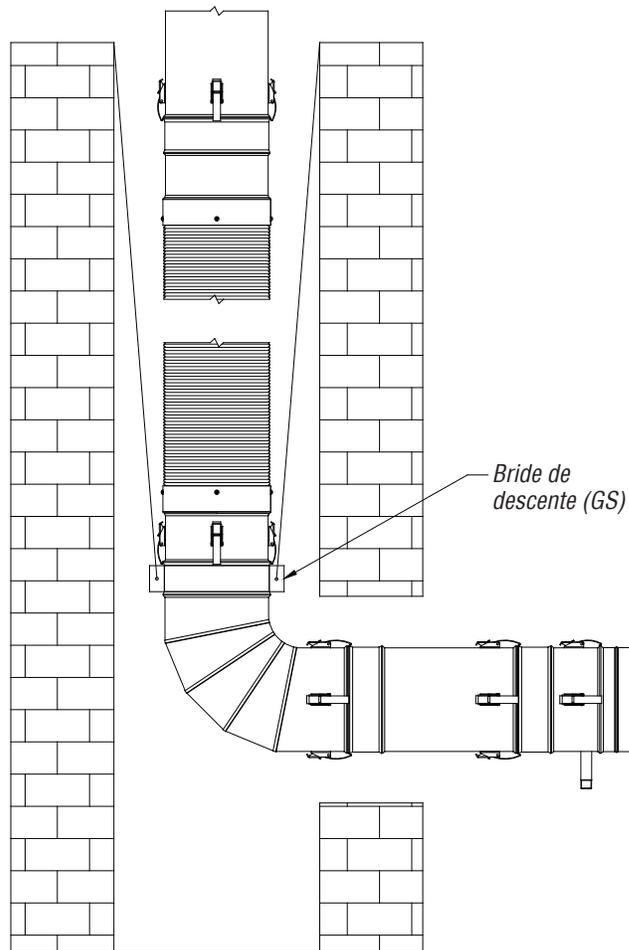

Figure 24 - Adaptateur Secure Flex dans une cheminée de maçonnerie
- 4- La longueur Secure Seal Flex doit rester en place dans la cheminée de maçonnerie; cependant le coude ou toute autre composante Secure Seal peuvent se prolonger à l'extérieur de la cheminée de maçonnerie. (*Figure 24*)